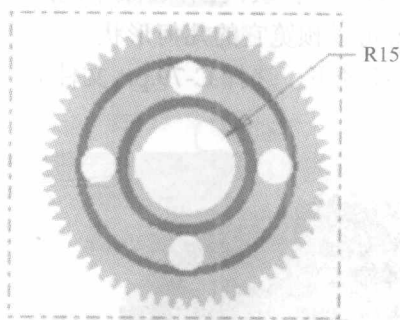

图 1-4 FRONT(主视图)
(2) 把光标放在齿轮上, 按住鼠标中键并向下移动鼠标, 可使模型向下翻转。
(3) 在主工具栏(屏幕顶部)上单击 , 将显示下拉对话框(保存的视图列表), 单击 FRONT(主视图), 此时模型平放在图形区域, 如图 1-4 所示。